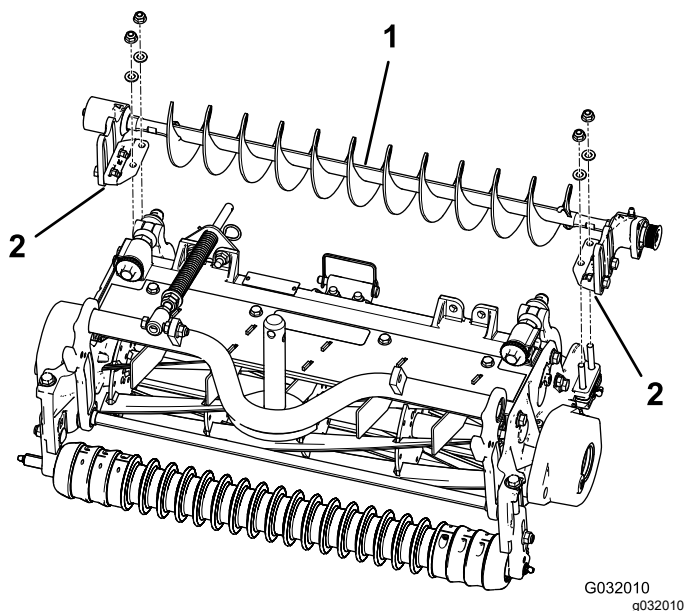

Figure 8
- Placez les supports de montage de brosse de rouleau gauche et droite sur les boulons de supports (Figure 8).